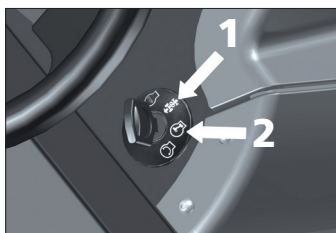

Fig. 29
O equipamento possui um sistema de segurança que desliga o motor na tentativa do corte de grama em marcha à ré. Caso seja extremamente necessário o corte em marcha à ré, gire a chave de ignição na posição ROS ativado (1), [Fig. 29]. Quando o sistema ROS não for mais necessário, gire a chave de ignição para a posição de motor ligado (2).